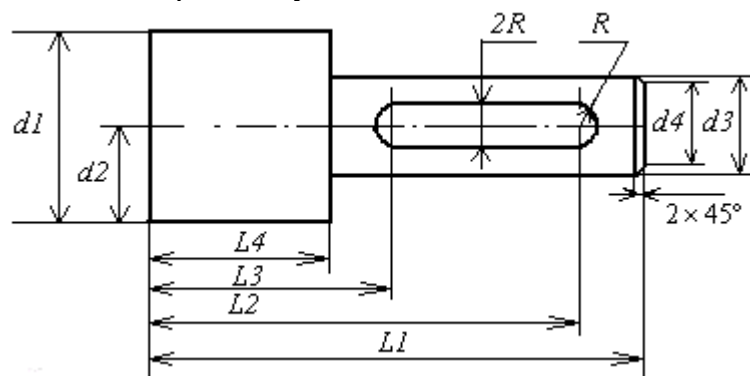

Рис. 5
**Задача №5.** Разработать *EXPRESS*-модель чертежа детали, представленного на рис.5. Размеры для различных вариантов указаны в Таблице 5.